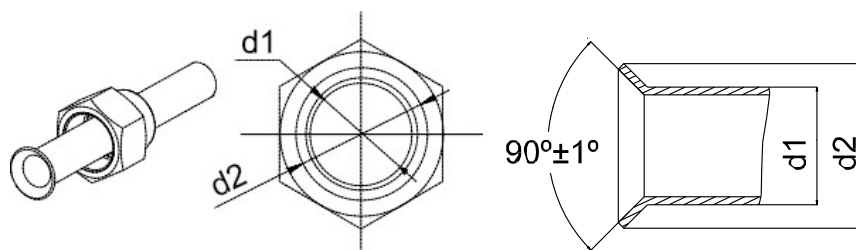

Bild 12
- (1). Kapa röret med rörkapare och avlägsna spånen.
- (2). Håll röret nedåt för att förhindra att spån kommer in i röret.
- (3). Lösgör fläsmuttrarna från utomhusenhetens slussventil och ta även ut dem ur inomhusenhetens tillbehörspåse, placera dem på köldmedieröret. Forma fläsen med ett godkänt flänsverktyg.
- (4). Kontrollera att fläsen är jämn och saknar sprickor (se Bild 12).